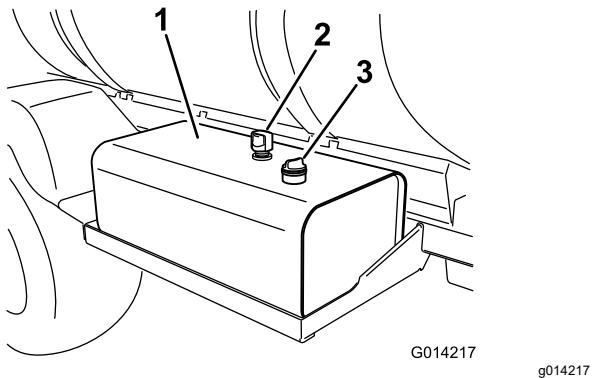

Figura 140
2. Limpie la zona alrededor del tapón de la varilla del depósito de fluido hidráulico y retire el tapón (Figura 140).